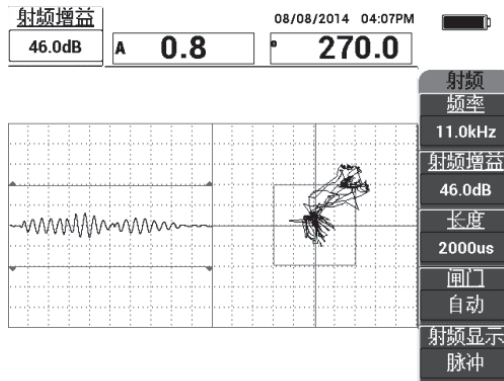

图 6-3 调整增益以得到处于一定范围内的信号
2. 将探头的尖端放置在标准试块没有缺陷的区域, 使用**增益键** (**dB**) 调整增益, 然后确保射频视图 (左侧) 中的信号保持在 1 到 2 个垂直分区内 (参见第 114 页的图 6-3)。